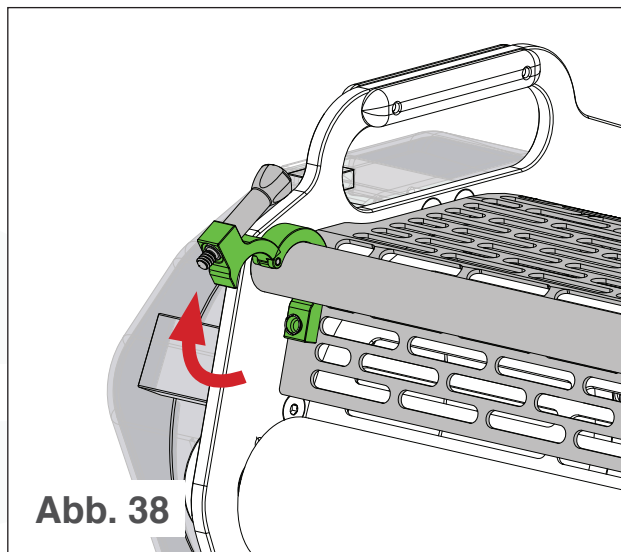

Abb. 38
- ii. Öffnen Sie die Trommelhalteschlösser (siehe Abb. 38).